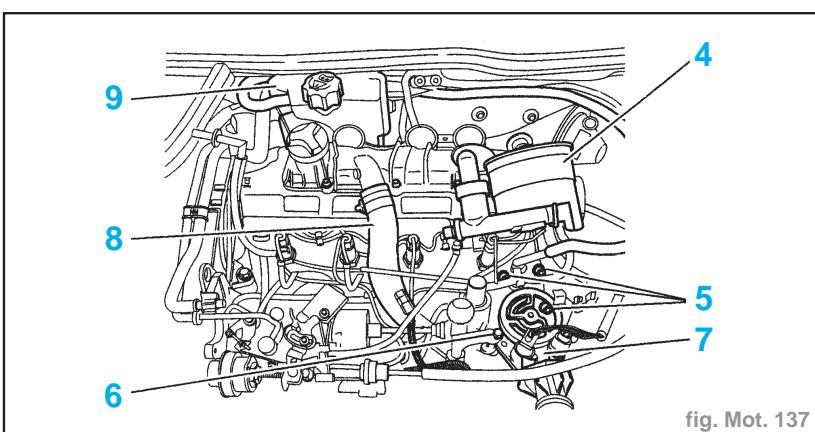

fig. Mot. 137
- le cache-style (1)
- l'ensemble filtre à air/raccords (2)
- le répartiteur d'admission (3)
- Déposer (fig. Mot. 137) :
- l'ensemble filtre à gazole (4)
- la vis (6)
- les 3 vis (5)
- le boîtier de sortie d'eau (7)
- le tuyau (8)
- la boîte de dégazage (9)